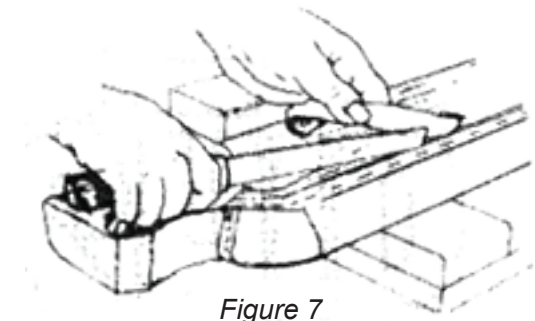

Figure 7
10. Enlevez l'excès le tissu de la partie inférieure de la bande (figure 7).